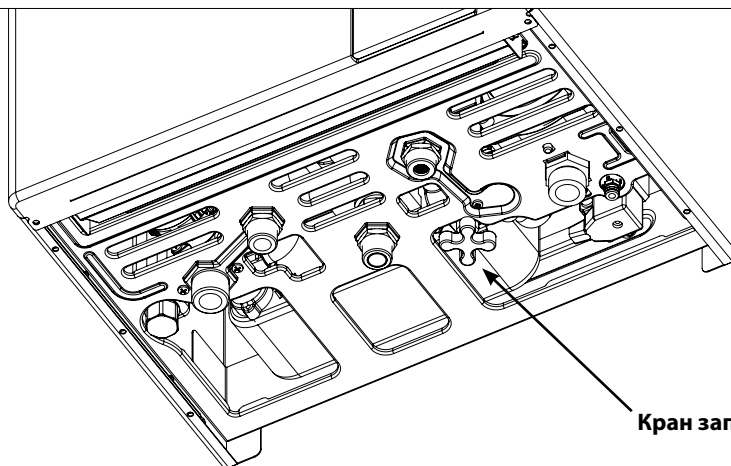

рис. 2
В случае мигания кода ошибки **E04**, означающего блокировку из-за недостаточного давления воды в системе (при этом срабатывает предохранительное реле давления воды) долейте воду в систему через кран заполнения, расположенный под котлом для мод. КС или с помощью крана, расположенного на потрубке подачи холодной воды для мод. KR/KRB (рис. 2).
- чтобы залить воду в котел, поверните против часовой стрелки кран заполнения, расположенный под котлом для мод. КС, или откройте кран, расположенный на потрубке подачи холодной воды для мод. KR/KRB (рис. 2);
- закройте воду, повернув по часовой стрелке кран заполнения, расположенный под котлом для мод. КС, или закройте кран, расположенный на потрубке подачи холодной воды для мод. KR/KRB (рис. 2).